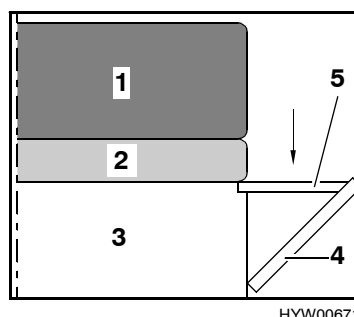

Fig. 54 Dopo la trasformazione
- Far innestare la prolunga del cassone letto (Fig. 54,5) e, in caso necessario, sollevare il cuscino del divano.